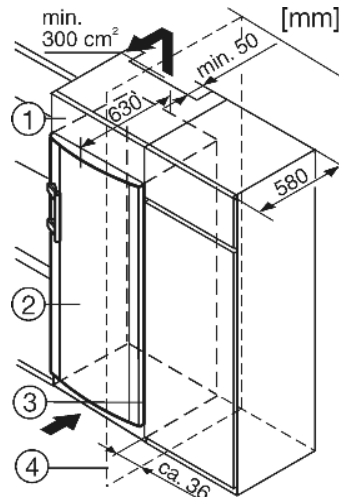

Fig. 8
- (1) Opbouwkast
- (2) Apparaat
- (3) Keukenkast
- (4) Wand
Het apparaat Fig. 8 (2) kan worden ingebouwd in de keuken. Om het apparaat aan de hoogte van het keukenblok aan te passen, kunt u er een passende opbouwkast Fig. 8 (1) op plaatsen.
Bij ombouw met standaard keukenkasten (max. diepte 580 mm) kan het apparaat direct naast de keukenkast Fig. 8 (3) worden opgesteld. De apparaatdeur springt opzij 34 mm en in het midden van het apparaat 50 mm uit ten opzichte van het keukenkastfront. Hierdoor is de deur zonder problemen te openen en sluiten.
Plaatst u het apparaat met de scharnierkant naast een muur Fig. 8 (4), dan moet de afstand tussen apparaat en muur minstens 36 mm bedragen. Dit in verband met het uitsteken van de deurgreep bij een geopende deur.